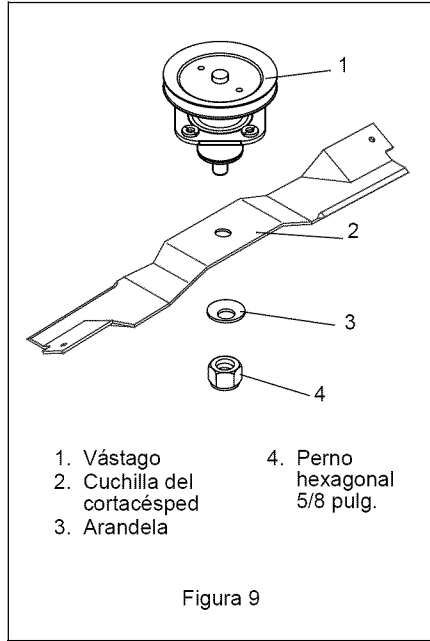

Figura 9
3. Extraiga la tornillería de montaje y las cuchillas de corte de la plataforma de corte. Consulte Figura 9.